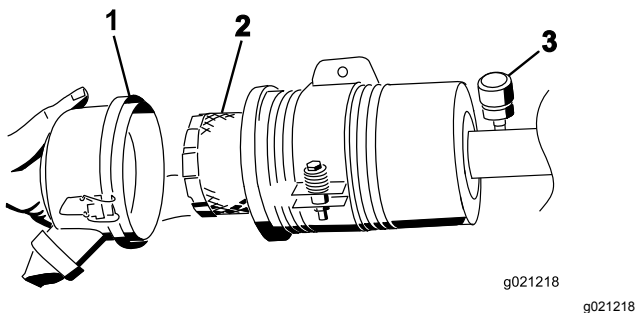

Figura 84
5. Retire y cambie el filtro (Figura 84).